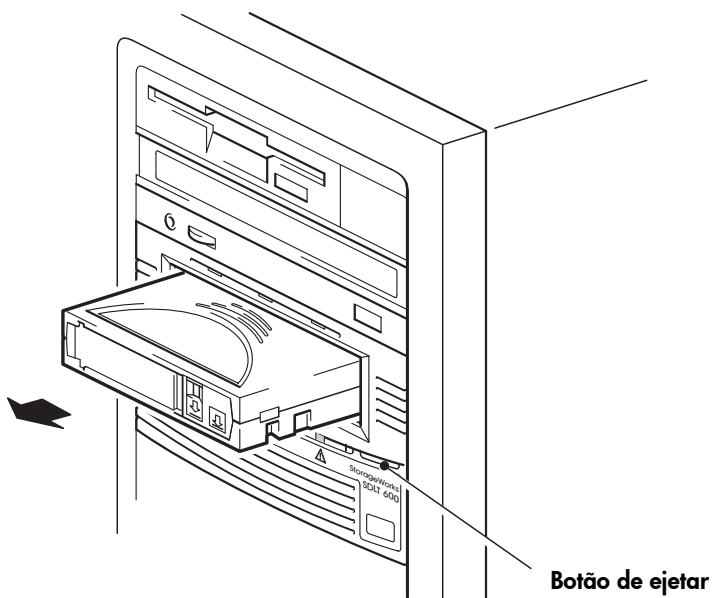

Figura 9b: descarregar um cartucho
- 1 Pressione o botão de ejetar no painel frontal. (Veja a Figura 9b.)